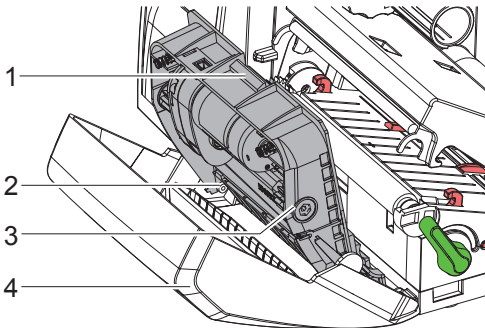

Bild 20 Messer ausbauen
- ▶ Welle (6) mit Torx-Schraubendreher TX10 im Uhrzeigersinn drehen, bis die Zahnstangen (7) außer Eingriff sind.
- ▶ Obere Klinge (9) aus den Führungen (8) herausziehen.
- ▶ Untere Klinge (10) herausnehmen.
- ▶ Untere Klinge von oben in die Halterungen (11) einsetzen.
- ▶ Gegebenenfalls Federn (12) wieder in die Federtaschen (13) legen.
- ▶ Zum Einbauen der oberen Klinge untere Klinge auf die Blende drücken, obere Klinge in die Führung einlegen und soweit nach oben schieben, bis die Zahnstangen (7) von den Zahnrädern (5) erfasst werden.
- ▶ Welle (6) mit Torx-Schraubendreher TX10 gegen den Uhrzeigersinn drehen, bis die Klinge den oberen Anschlag erreicht hat.
5. Messerbaugruppe (3) gemäß Bild 20 in die Achsen (2) einhängen und bis zum Einrasten in die Blende (4) schwenken.